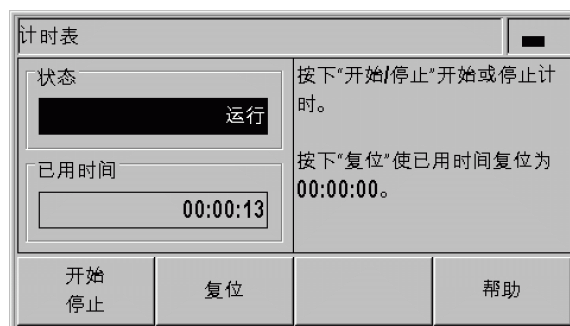

图 I.25 计时表
**已用时间** 字段显示各区间累计的总时间（参见图 I.25）。